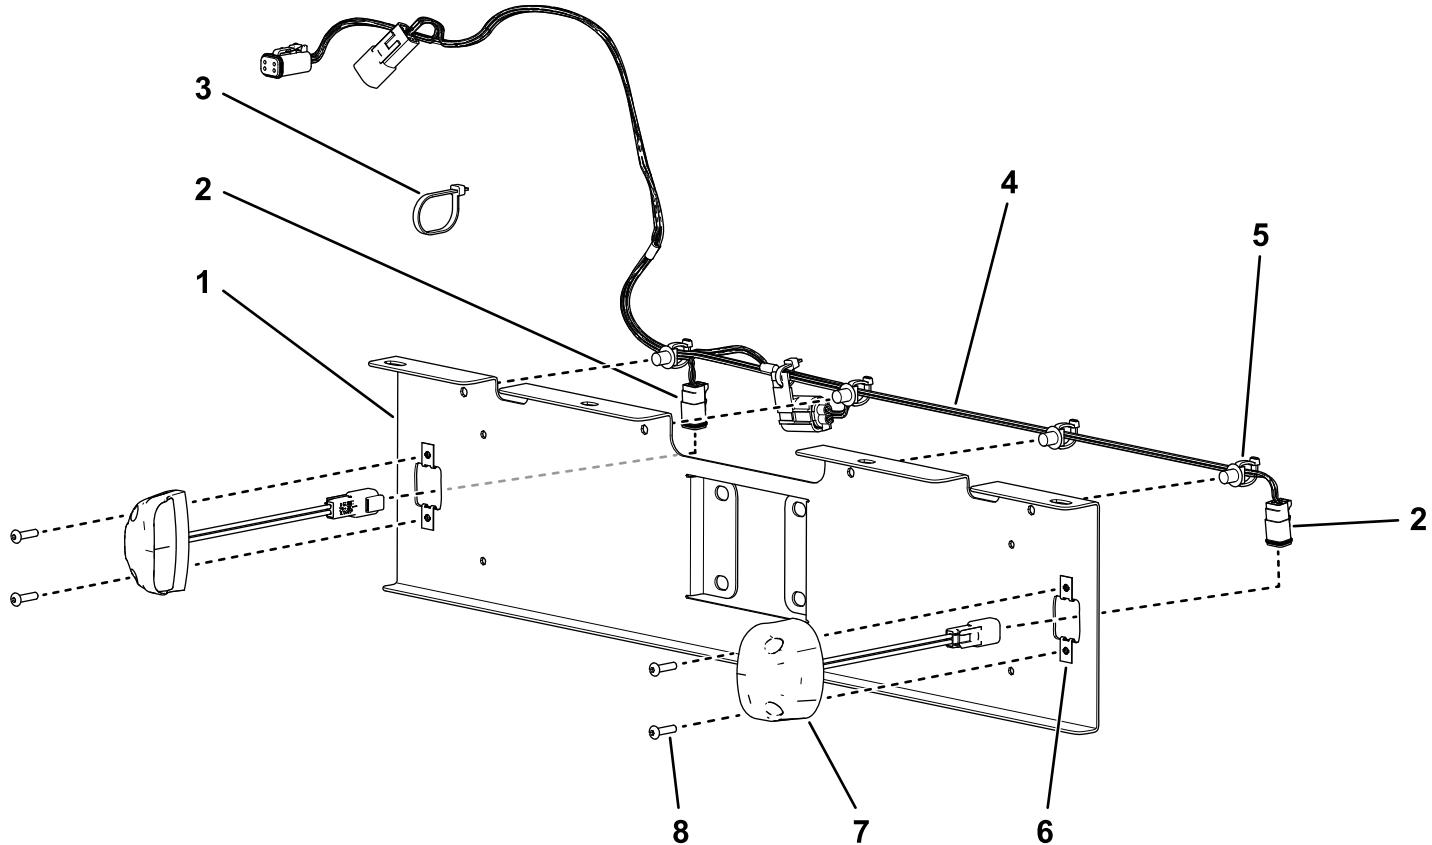

図 1
1. ナンバープレート用ワイヤハーネスを、ナンバープレート用ブラケットの上辺に沿って配設する。大きいコネクタ 2 個とヒューズは左側に配置する 図 1。
2. ワイヤハーネスを、ナンバープレートブラケットに固定するハーネスについている押し込みファスナー4本をブラケットの穴に押し込んで固定する 図 1。
3. ハーネスについているコネクタをブラケットの左右どちらかの大きい穴に通し、それぞれのナンバープレートランプに接続する 図 1。
4. ブラケットにランプを固定する六角ボタンヘッドボルト#10 × 3/4"4本とクリップナット4個を使用して図 1 のように取り付ける。